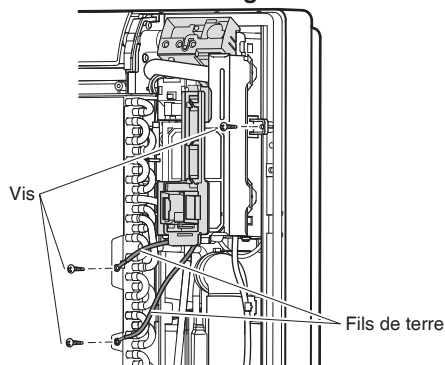

Fig. 4
- 5) Après avoir retiré les fils de terre (2 vis), retirez le boîtier de câblage électrique (1 vis). (Voir Fig. 4)